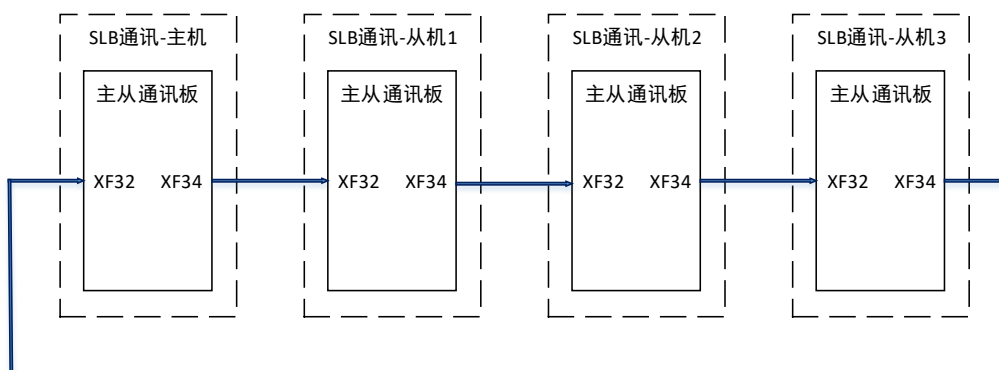
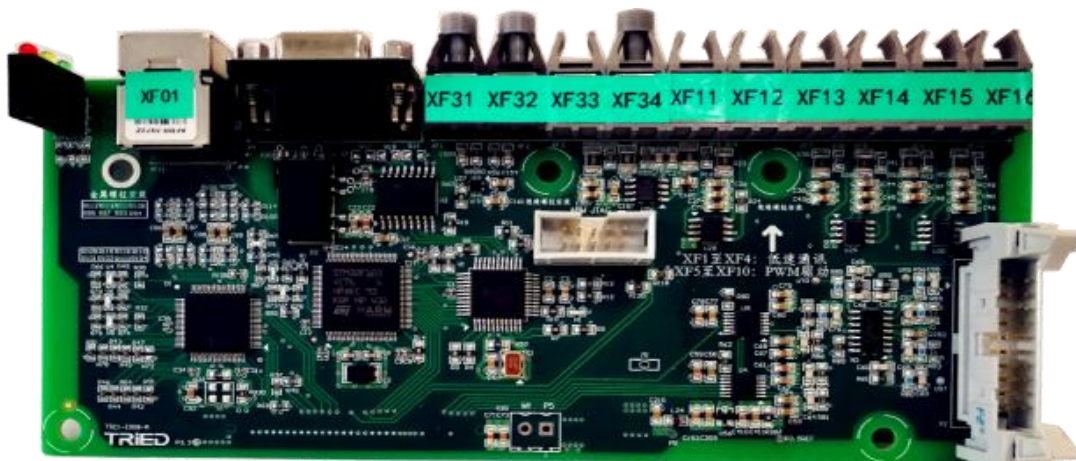

图 10.1 主从通讯功能示意图
图 10.2 并联通讯板
一主三从的主从通讯环路参见图10.1。
- ◆ 主从通讯的板卡采用并联通讯板(型号TSC1-ID08-), 参见图10.2, 该板卡是控制器TCU1的子板, 可通过TCU1控制器的X4端子直接安装。光纤连接在并联通讯板的XF32和XF34光纤接口, 最多支持1主5从, 最后一个节点要接回第一个节点, 形成通讯环路, 见图10.1。主机和从机采用相同的控制器和程序。